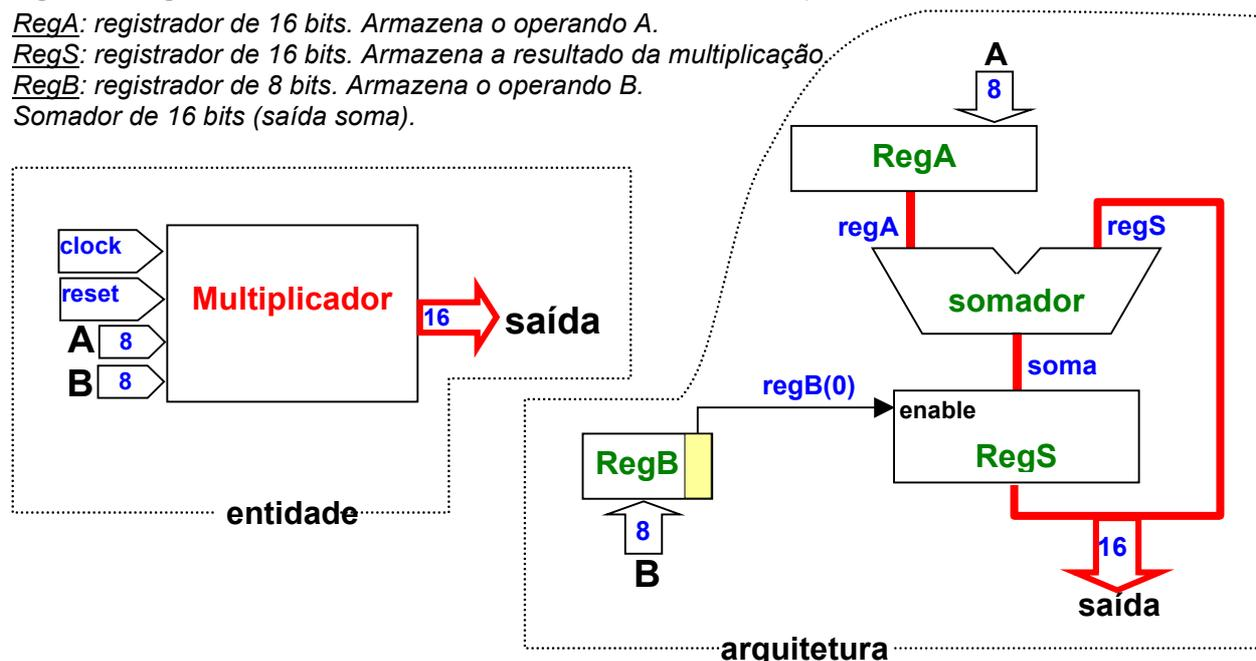

Figura 1 – Arquitetura de um multiplicador por somas sucessivas.
A Figura 1 ilustra a estrutura geral de um multiplicador de dois vetores de 8 bits representando números naturais (ou seja binários puros). Dois níveis da hierarquia do projeto aparecem, correspondendo às descrições da entidade e da arquitetura em VHDL. Este é o circuito a ser implementado. Mostra-se na Figura 1 apenas um possível diagrama de blocos do hardware para esta computação (importante: não estão sendo mostrados no diagrama os sinais de inicialização e relógio dos registradores, mas estes são obviamente necessários).
O funcionamento do multiplicador por somas sucessivas é o seguinte. Quando o bit menos significativo do operando B for 1 (denominado regB(0) na Figura 1) soma-se o resultado acumulado até o momento ao operando A, deslocado quantas vezes for necessário. A cada ciclo de relógio, ambos operandos são deslocados, porém em direções *contrárias* (“A” para a esquerda e “B” para a direita).